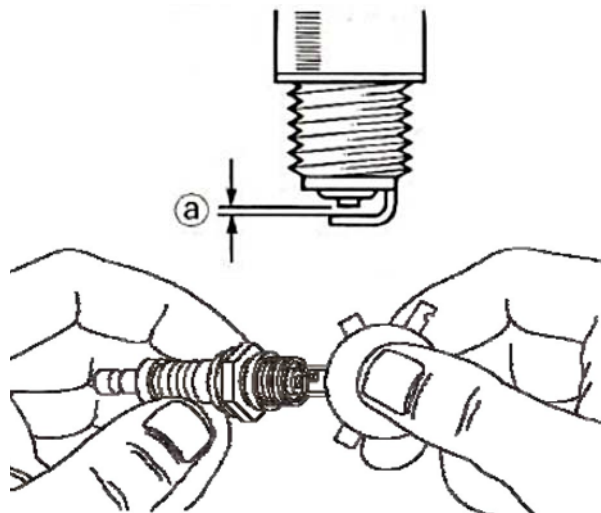

Fig.50: Compruebe la distancia de los electrodos
Paso 3: Retire el conector de enchufe y el protector tapa pos. 3 y 4 (Fig.50).